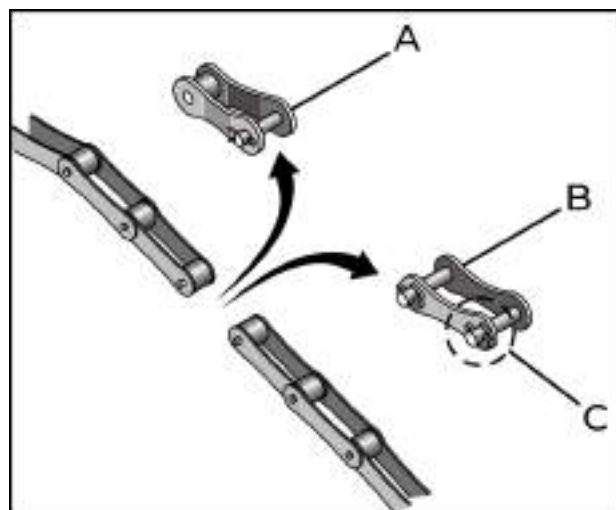

fig. 43
As correntes de transmissão saem de fábrica pré-ajustadas de acordo com a distância entre eixos das rodas dentadas. Eventualmente se for necessário alguma manutenção ou reparo de emendas (B) ou reduções (A), retire o contrapino (C), fazendo a retirada do número de emendas, reduções ou elos avulsos (fig. 43).